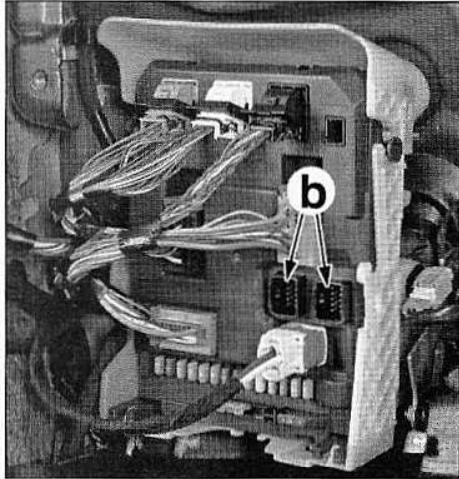

FIG.17
- Par le dessous de la planche de bord, débrancher du calculateur habitacle les connecteurs en (b) (Fig.17).